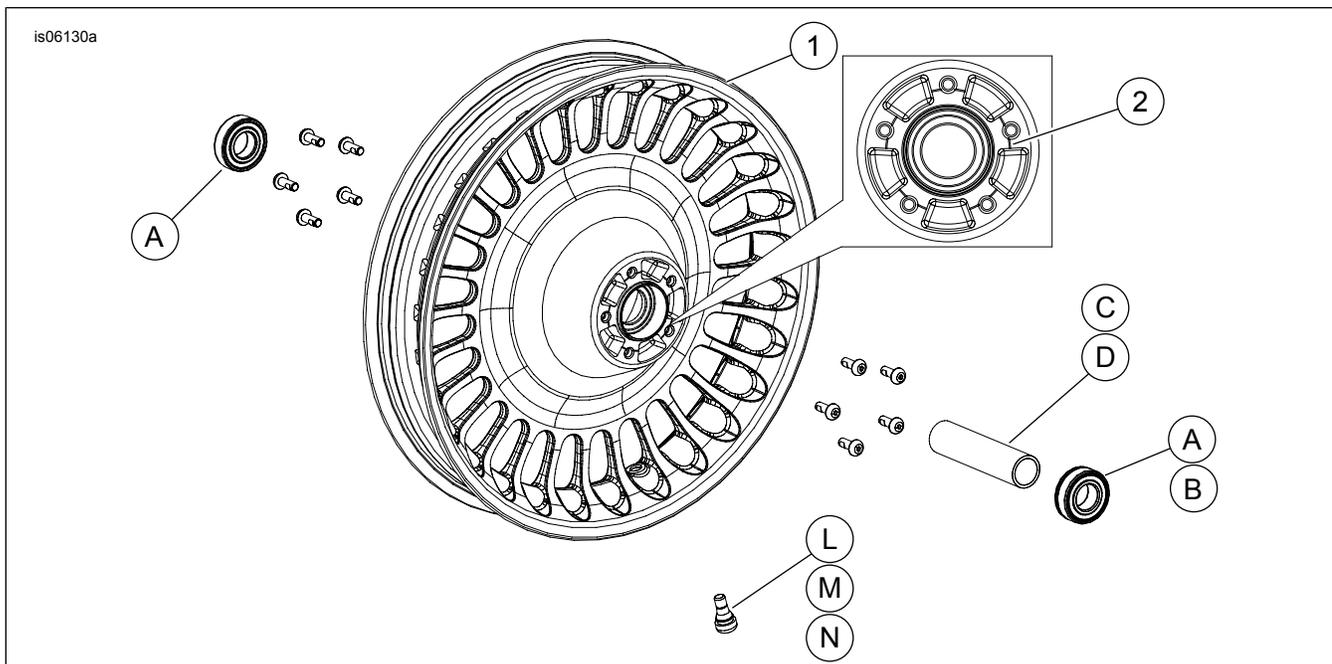

Figura 1. Piezas de servicio: Rueda delantera de 28 rayos (se muestra la de 17 pulg.)
Vea Figura 1 y las Tablas de piezas de servicio.
2. Vea Figura 1. Instale el conjunto del vástago de la válvula (N) en la rueda. Vea el Manual de servicio.